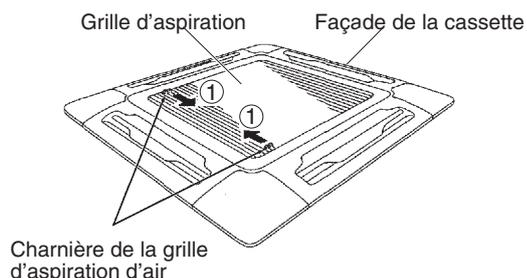

Fig. 9-12
- b) Pour ouvrir la grille, faites glisser les loquets de la grille d'aspiration d'air dans le sens indiqué par les flèches ① (Fig. 9-12)